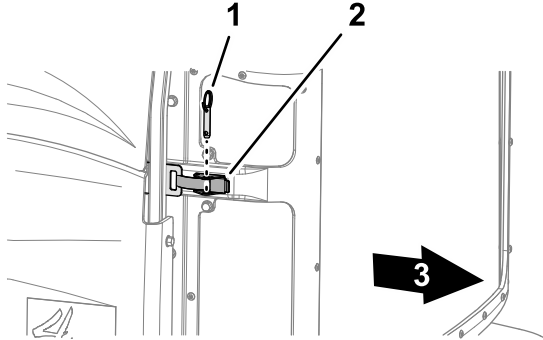

Figura 68
2. Retire el pasador de bola del cierre de la rejilla (Figura 68).